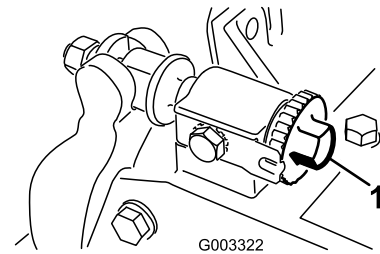

Figura 7
- A. Rotiți uruburile de reglare pentru bara de cadru în sensul acelor de ceasornic (Figura 7), cu câte 1 clic, până când simiți și auziți realizarea unui contact ușor.